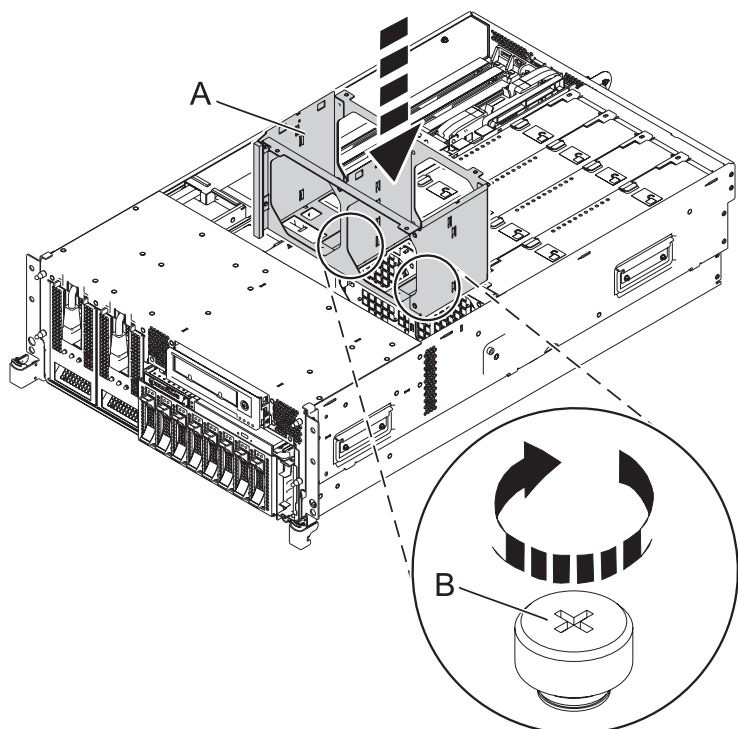

Figure 15. Remplacement du boîtier de ventilation
- a. Pour remettre en place le boîtier de ventilation (A), alignez les broches de repère avec les orifices et serrez les deux vis moletées (B), comme indiqué sur la figure 15.